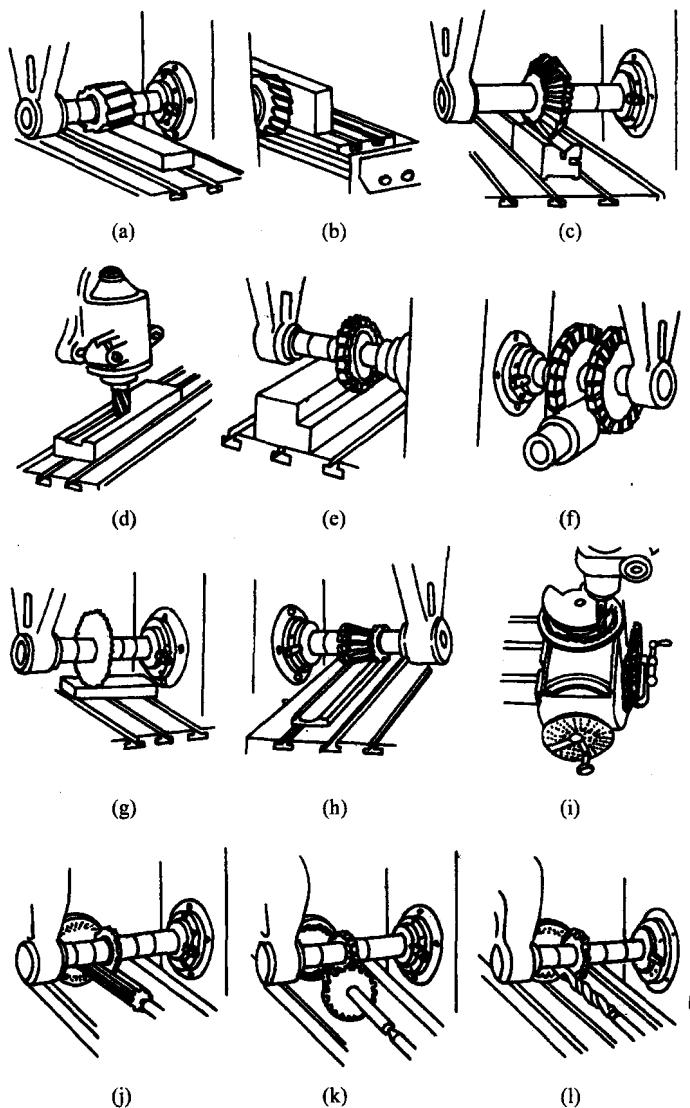

图 1-2 铣削加工主要工艺类型
② 铣床适用于铣削加工，一般用于加工零件的平面和沟槽，铣床加工的基本内容如图 1-2 所示。所谓铣削是在铣床上由主轴带动铣刀旋转，工作台带动工件与铣刀做相对运动所进行的切削加工。